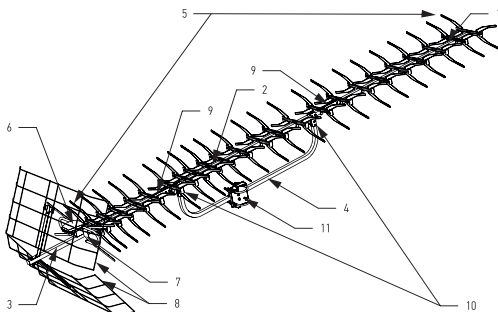

Рис.1 Общий вид антенны
1. Общий вид антенны приведен на Рис. 1.
2. Наружная активная антенна для цифрового телевидения DVB-T2 RX-415* представляет собой антенну дециметрового диапазона «волновой канал». Основными узлами антенны являются: траверса, состоящая из передней (1), средней (2) и задней (3) частей, подтраверсник (4), X-образные директоры (5), антенная коробка (6), вибратор (7), рефлекторы (8), скобы крепления полутраверс (9), скобы крепления подтраверсника (10) и узел крепления антенны на мачту (11).